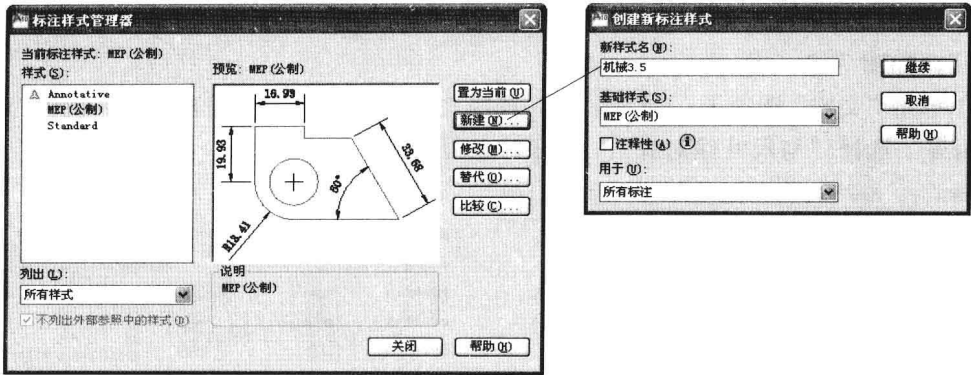

图 7-2-2
(2) 打开“标注样式管理器”对话框，单击“新建”按钮，打开“创建新标注样式”对话框，输入新样式名为“机械 3.5”，如图 7-2-2 所示，单击“继续”按钮。